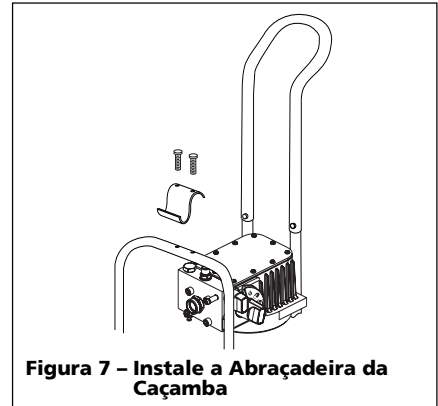

Figura 7 – Instale a Abraçadeira da Caçamba
10. Alinhe os dois orifícios da abraçadeira da caçamba com os dois orifícios na parte superior da estrutura da unidade (Veja a Figura 7).